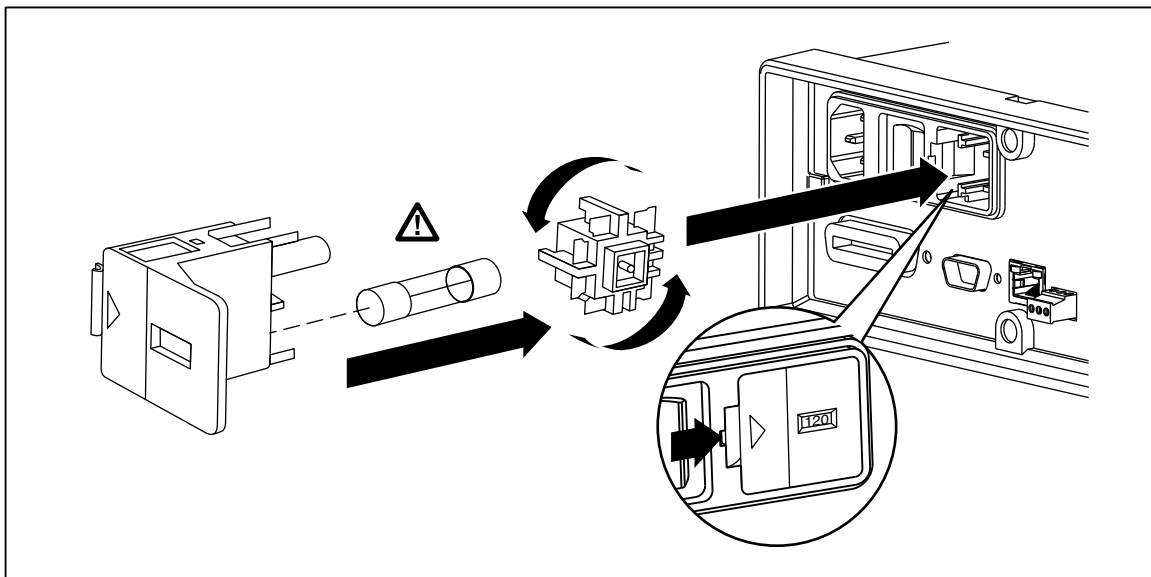

Figura 2-1. Reemplazo del fusible de línea
2. Inserte la hoja de un destornillador pequeño en la muesca angosta a la izquierda del portafusibles y apalanque hacia la derecha hasta quitar el portafusibles, tal como se muestra en la figura 2-1.
2. Retire el portafusibles insertando la hoja de un destornillador pequeño en la muesca angosta a la izquierda del portafusibles y apalanque hacia la derecha hasta que el portafusibles se sale, tal como se muestra en la figura 2-1. El multímetro se envía con un fusible de reemplazo del mismo valor nominal que el fusible instalado en el bloque de fusibles.